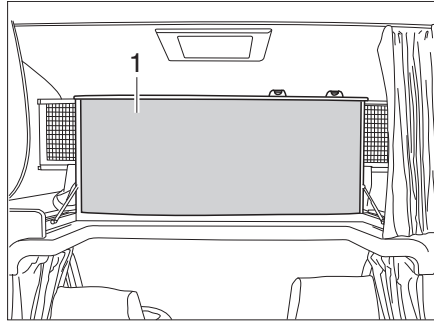

Bild 114 Alkovenbett, nach oben geklappt
- Alkovenbett (Bild 114,1) vorn nach oben klappen. Das Alkovenbett wird von Gasdruck-Federn in der oberen Stellung gehalten.